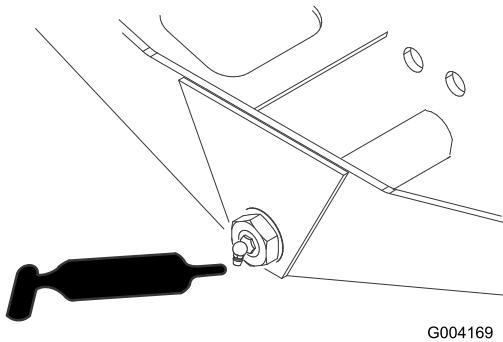

Figure 32
- Pivot de direction d'essieu (1) (Figure 32)